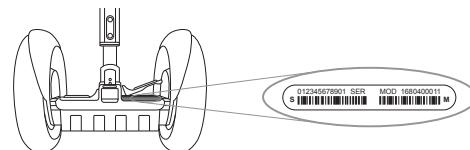

图 1：Segway PT 序列号的位置
2. 在该标签的左侧找到序列号。此序列号是一个以 "1" 开头的 12 位数字（参见图 1）。